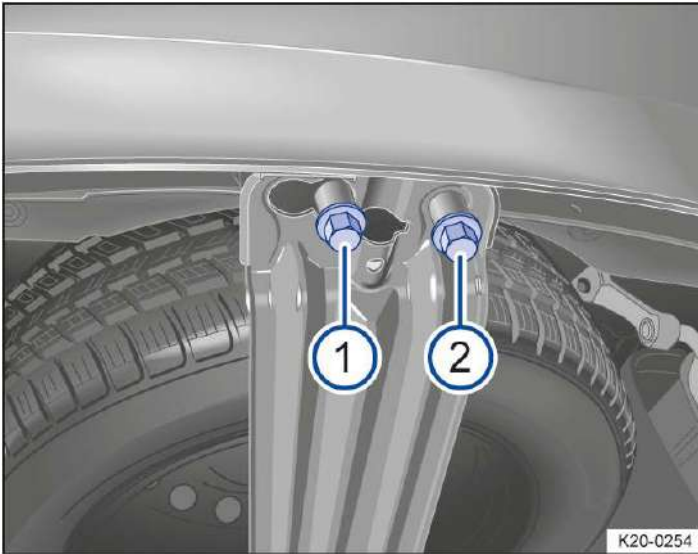

Abb. 1 Unter dem Fahrzeug:
1. Mit dem Radschlüssel aus dem Bordwerkzeug die Sicherungsschraube → *Abb. 1* **1** bis zum Leerlauf lösen.
2. Befestigungsschraube → *Abb. 1* **2** ganz herausschrauben.